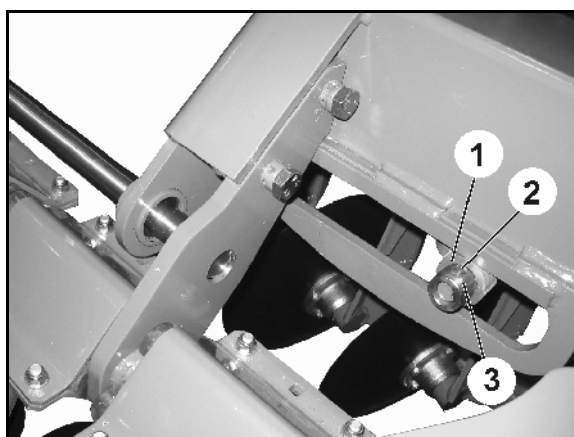

Рис. 37
Для замены ролика (Рис. 37/1) поставьте разложенный агрегат так, чтобы не было нагрузки на ролик.
1. Ослабьте резьбовое соединение (Рис. 37/2).
2. Снимите втулку (Рис. 37/3).